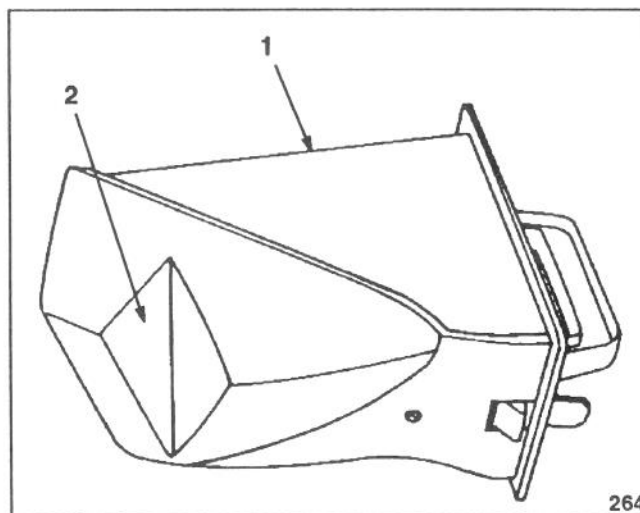

Figure 7
C. Un obturateur spécial qui s'adapte sur l'éjecteur (une cinquième plaque de déflexion est montée sur l'obturateur) (Fig. 7)
On peut tondre sans utiliser l'obturateur, en fermant la porte de l'éjecteur. Toutefois, l'aspect de votre pelouse sera beaucoup plus satisfaisant si l'obturateur est utilisé, étant donné qu'il comporte une plaque de déflexion supplémentaire (Fig. 7) qui aide à réinjecter les déchets dans le sol.